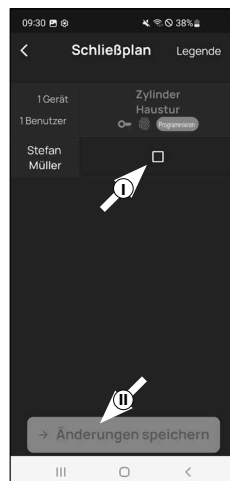

Fig. 2
- 4 Vous verrez un tableau comportant les cylindres créés (horizontalement) et les utilisateurs configurés (verticalement) (Fig. 2). Cochez chaque combinaison où vous souhaitez autoriser l'utilisateur respectif à utiliser la serrure correspondante (I) (Fig. 2), puis cliquez sur le bouton « Enregistrer les modifications » (II) (Fig. 2).